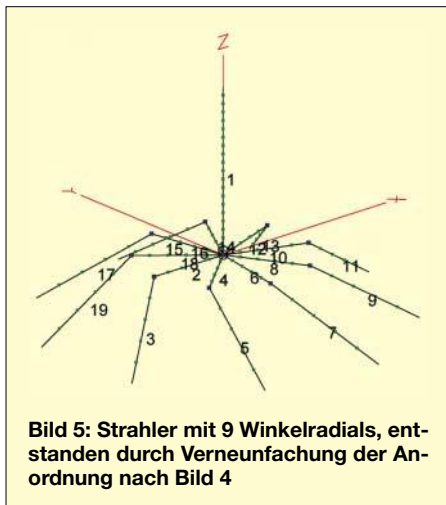

Bild 5: Strahler mit 9 Winkelradials, entstanden durch Verneunfachung der Anordnung nach Bild 4
Das Ergebnis zeigt Bild 5, Datei (5)Vert9Winkelrad(a).ez. Der Eingangswiderstand dieser Anordnung lautet $Z_A = 35,3 \Omega + j11 \Omega$. Die logische Prüfung (ohne Verluste) ergibt $AVG = -0,23 \text{ dB}$. Käme es auf diese Antenne an, so würde man hier noch etwas Mühe auf die Vergabe der Segmente legen und das AVG-Ergebnis zu verbessern suchen [6].